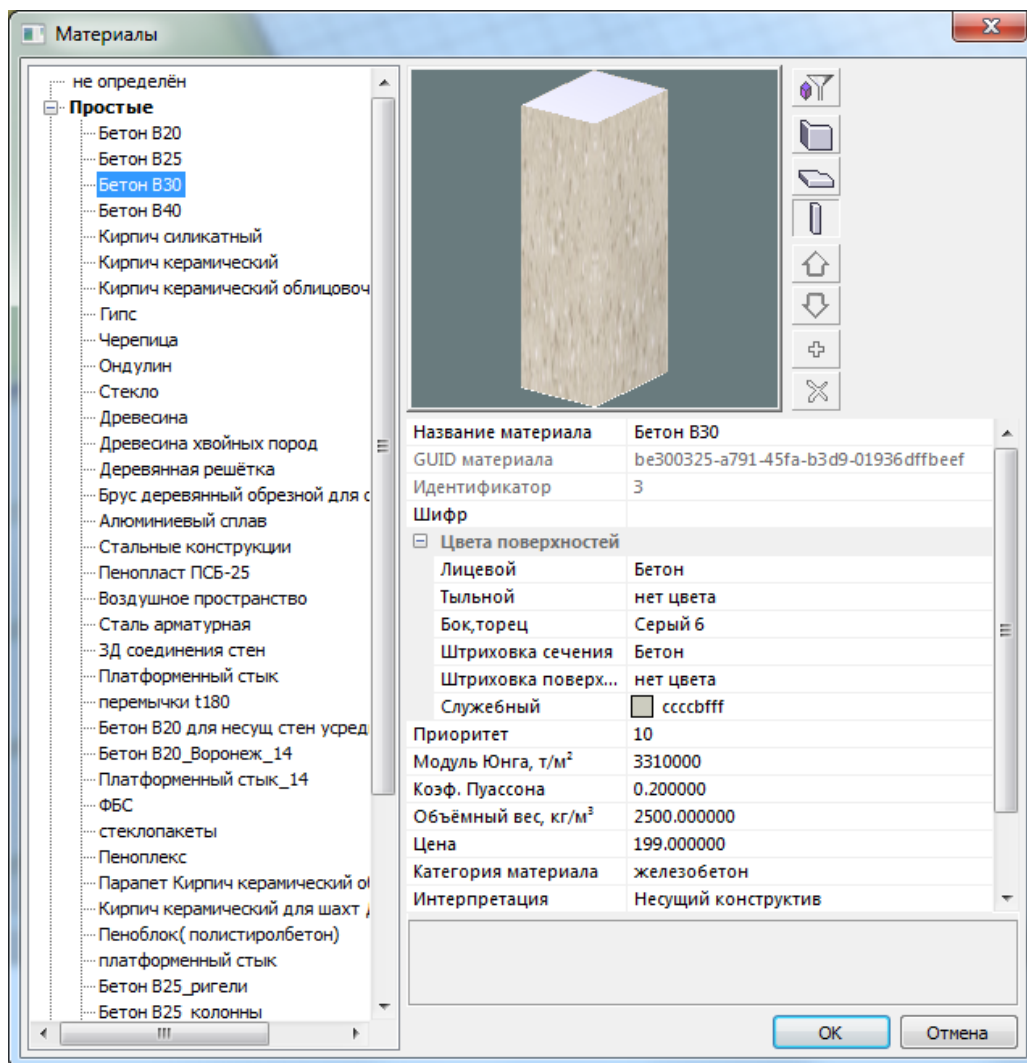

Рис.4.1. Диалоговое окно **Материалы**
- В открывшемся диалоговом окне **Материалы** (рис.4.1) выбирается из списка материал **Бетон Б30**.